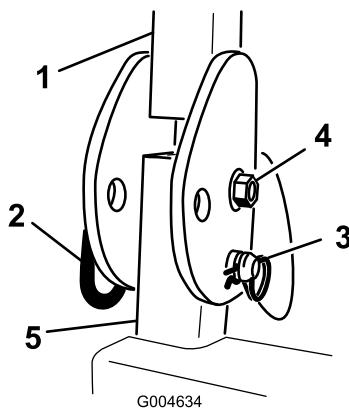

図 92
3. 各ROPSアセンブリをROPSポストに固定しているボルト、ナット、ヘアピンコッター、ピンを取り外す 図 92。ROPSアセンブリを取り外す。